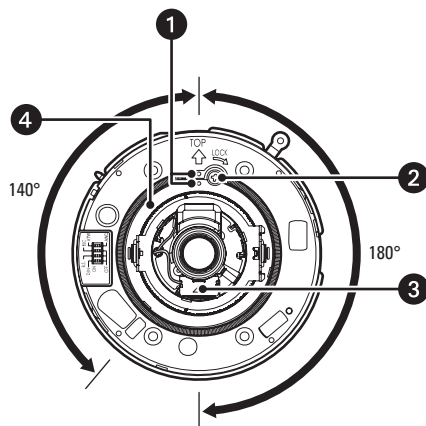

图 11. 调整水平位置
1. 转动旋转云台调整摄像机的水平方向的位置。(范围: 320°) (请参见图 11)